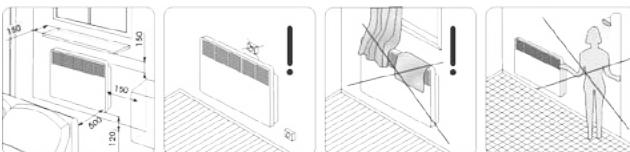

Рис. 4
3. В соответствие с рис. 4 и 5 определите место установки конвектора с соблюдением минимальных расстояний от предметов и минимального расстояния от пола.